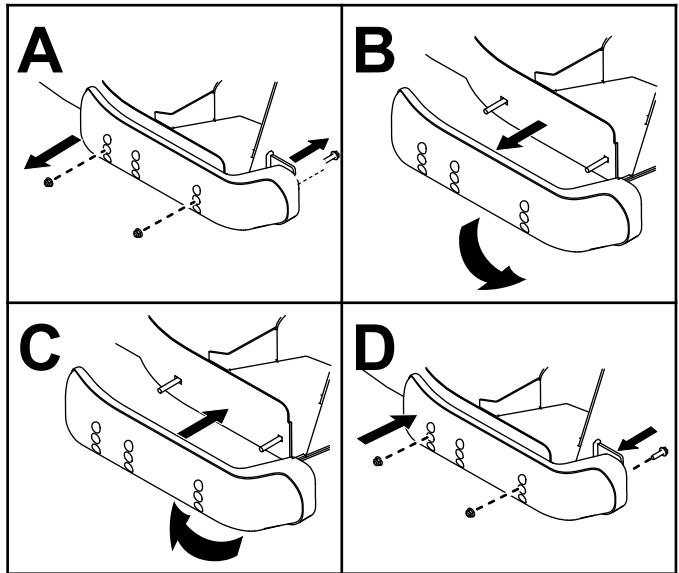

図 135
5. 刈り込みデッキの側面からスキッドを外す図 135。
6. 左右のスキッドを入れ替えて取り付けるねじは外したものを利用すること図 135。